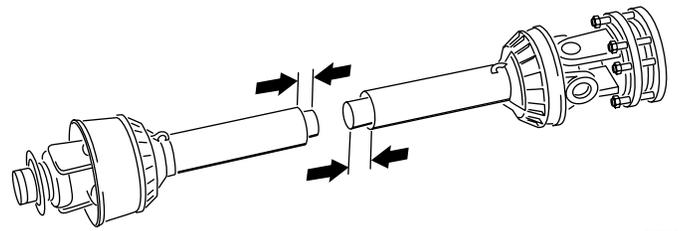

図 17
11. PTO を 2 つに分離する 図 17。
12. 各シャフトの端から安全シールドまでの距離を測る 図 17。それぞれの距離を記録する。